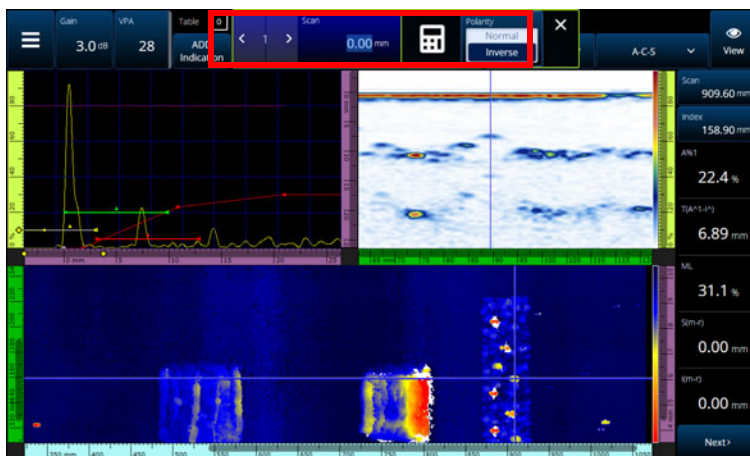

図 2-59 数値キーパッドで数値を入力して特定の位置へジャンプ
- c) **Scan（スキャン）** または **Index（インデックス）** コントロールを押します。メニューが開きます。数値キーパッドを使用して新しい値を入力するか、エンコーダーの極性を反転させることができます（119 ページの図 2-59）。